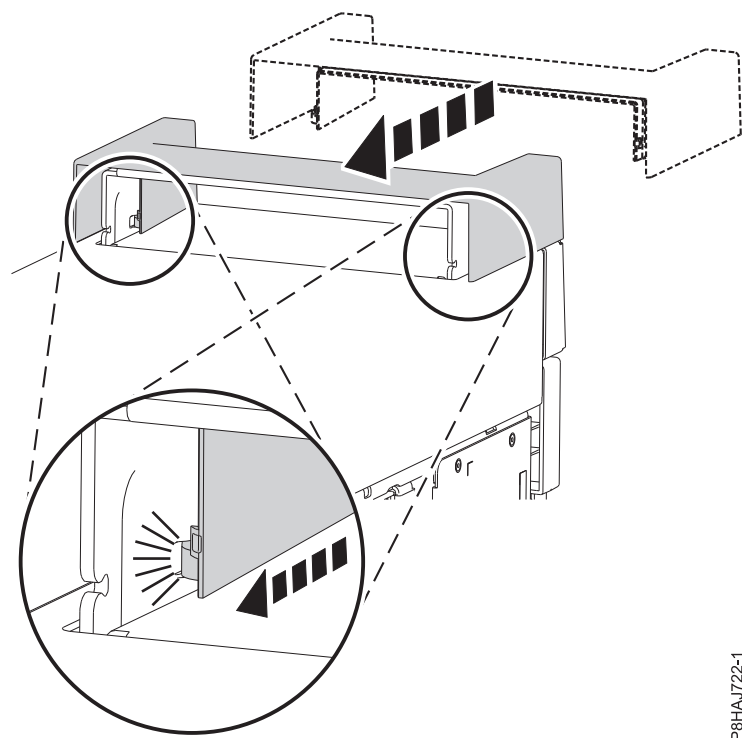

Figura 50. Fixació de la tapa de nansa en un sistema autònom 8286-41A
1. Colleu la tapa de nansa a l'estació d'acoblament RDX interna (FC EUA3) fent-la lliscar cap a la part posterior del sistema. Consulteu Figura 50.